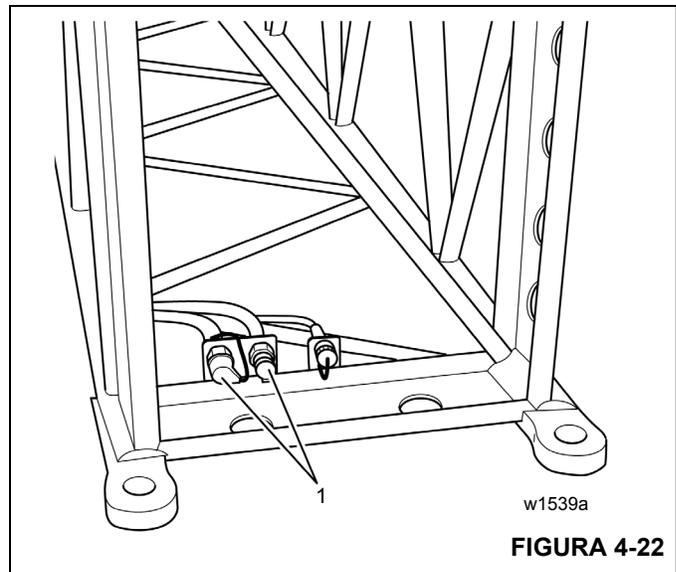

FIGURA 4-22
Na frente das seções de 8 m (26 pés) há dois engates rápidos (1) (Figura 4-22).